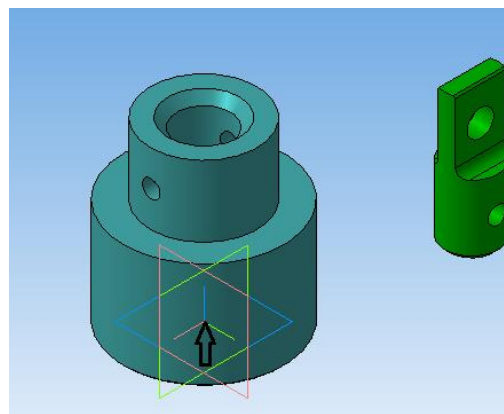

Рисунок 56.
4. Выберите «*Корпус*», закрепите фантом детали в начале осей координат (рисунок 56).